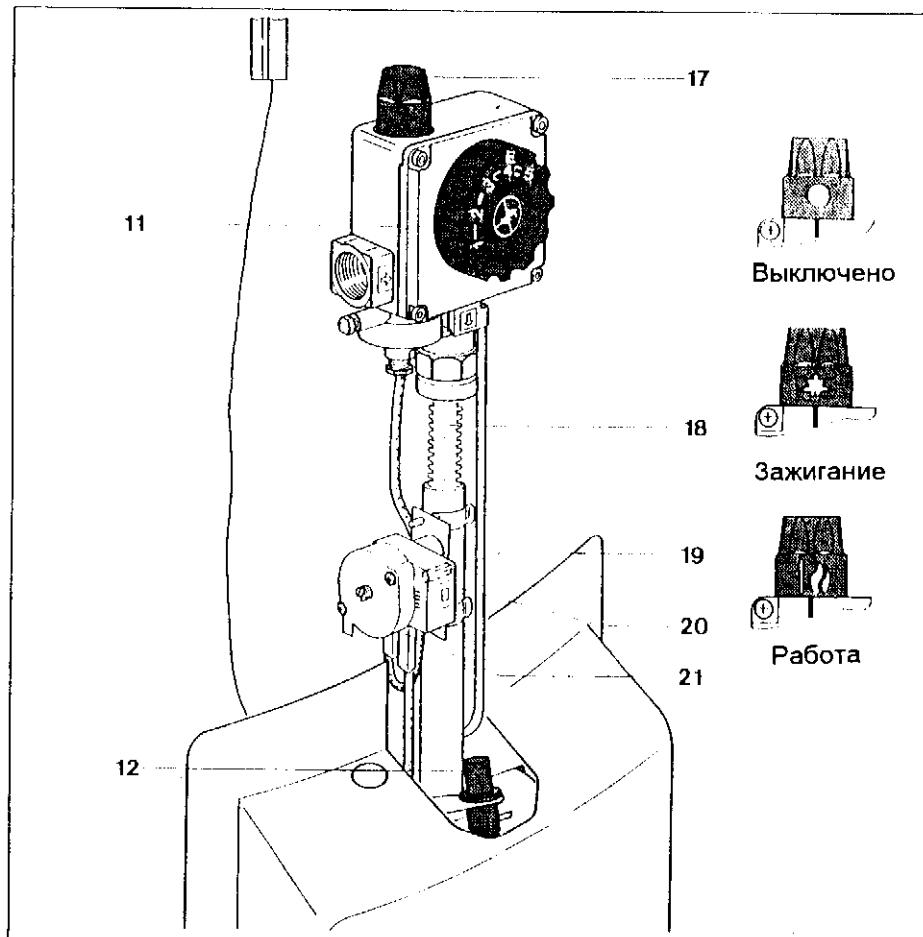

Рис. 6.1 Регулировочная арматура**Пояснения к рис. 6.1**
- а) Терморегулятор (11) повернуть в положение Е (60° С), как изображено на рис. 6.1.